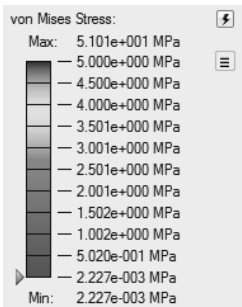

图 12-20
- 5) 单击图 12-20 上的上限值，将值改为 5 MPa。